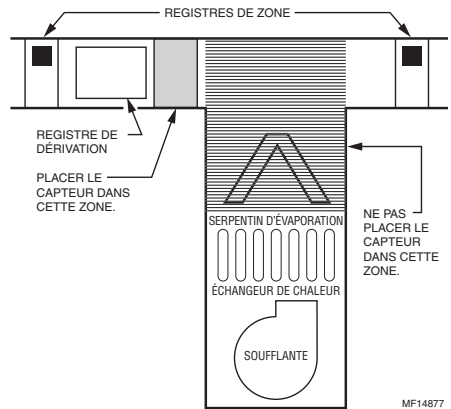

Fig. 2. Emplacement de montage du capteur de température d'air de gaine.
2. Placer le capteur de température d'air de gaine sur le bloc d'alimentation entre le registre de dérivation et le serpentin d'évaporation et/ou l'échangeur de chaleur. Si aucun registre de dérivation n'est utilisé, placer le capteur de température d'air de gaine entre les registres de zone et le serpentin évaporateur et/ou l'échangeur de chaleur. Voir la Fig. 2.